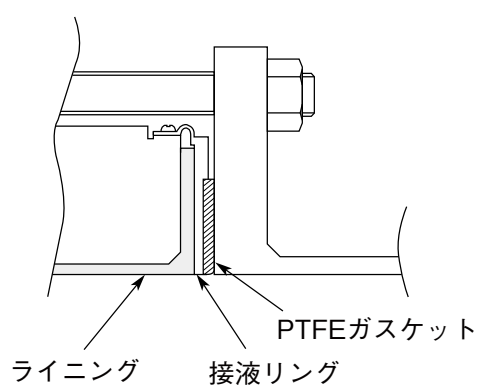

図2-11. 接液リングが SUS 材質以外の場合
- 図2-11に示すように、取り付けてください。締め付けトルクは、2-6ページの表2-1に従ってください。